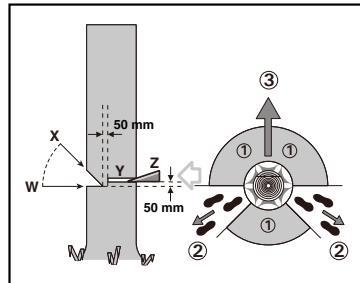

Fig.1
Når træet begynder at falde, fjernes kædesaven fra snittet, hvorefter den slukkes og lægges fra, før det farlige område forlades ad den planlagte flugtvej (2). Vær opmærksom på nedfaldende grene og undgå at snuble. (Se Fig. 1)